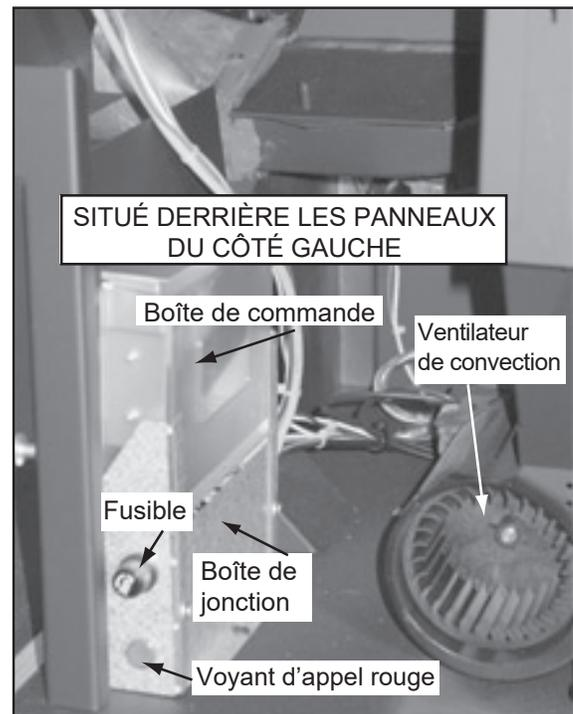

Figure 11.3
5. Regardez à travers l'orifice du côté inférieur gauche du panneau et vous verrez le voyant d'appel rouge allumé sur la boîte de commande (**Figure 11.3**). Cela indique que le thermostat demande de la chaleur.
**REMARQUE :** 2 piles AA incluses avec le thermostat doit être installé à l'avant de l'appareil peut être utilisé (voir Figure 11.3 à la page 11).